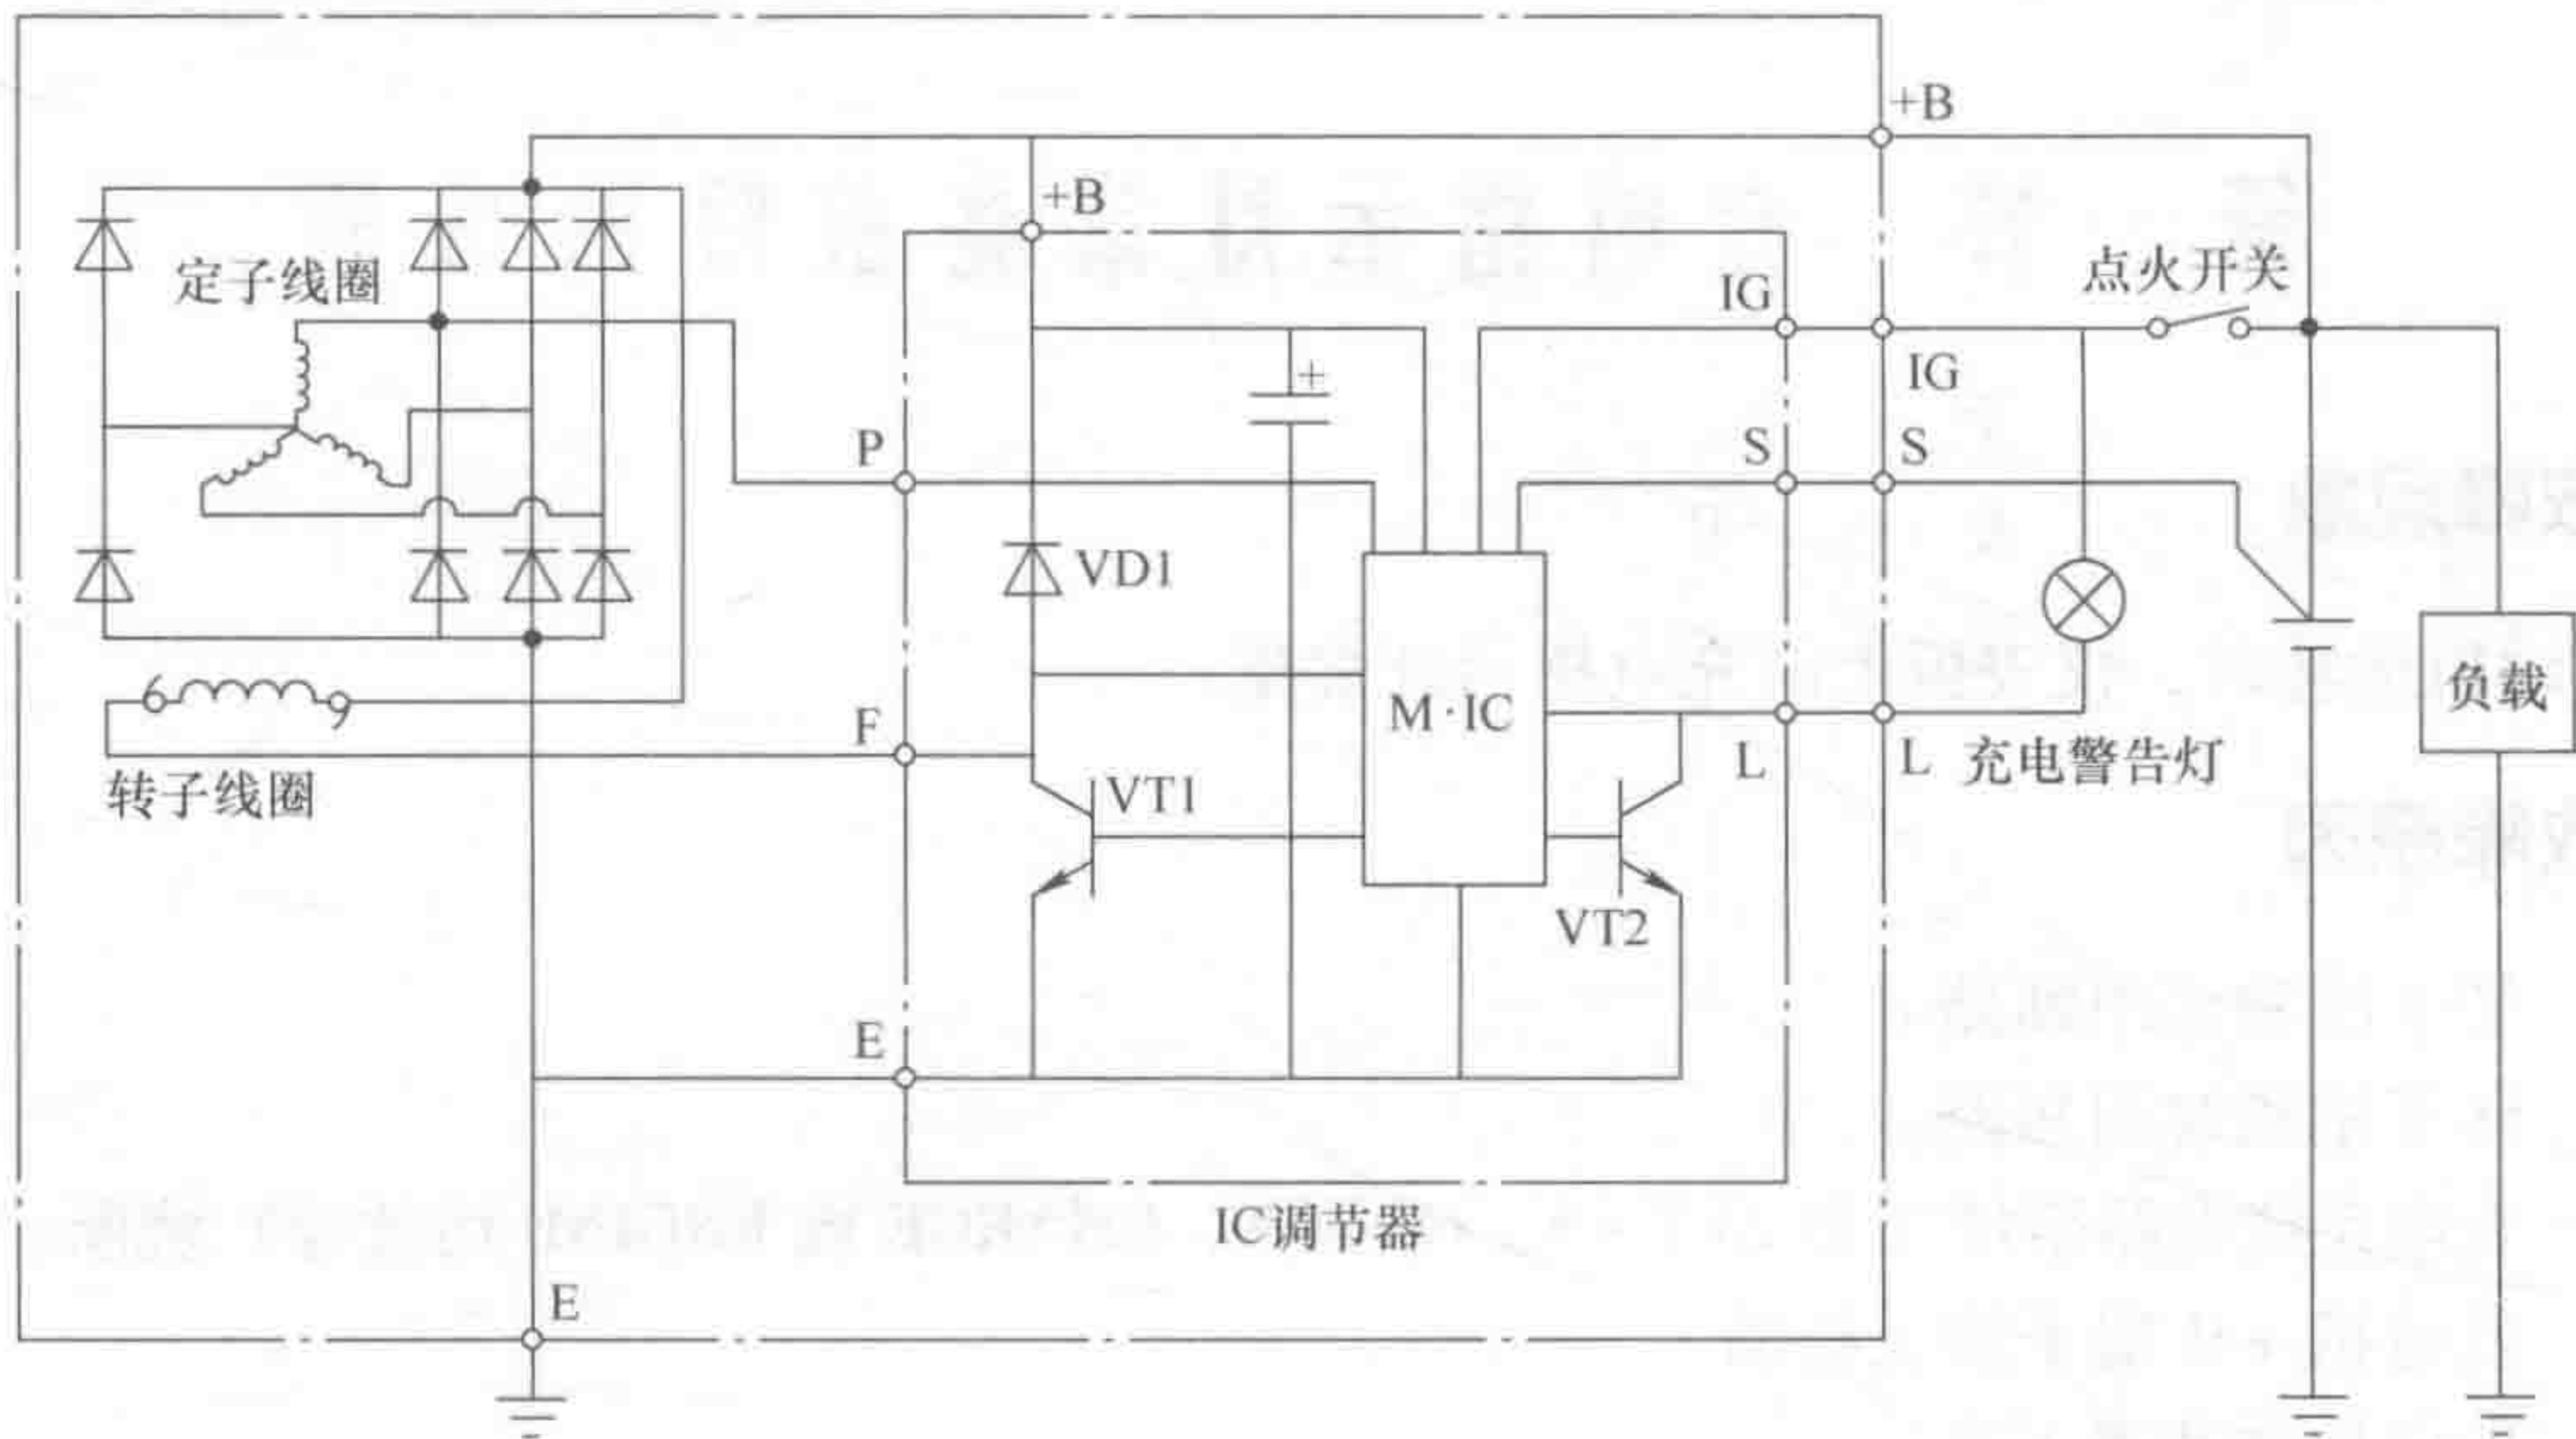
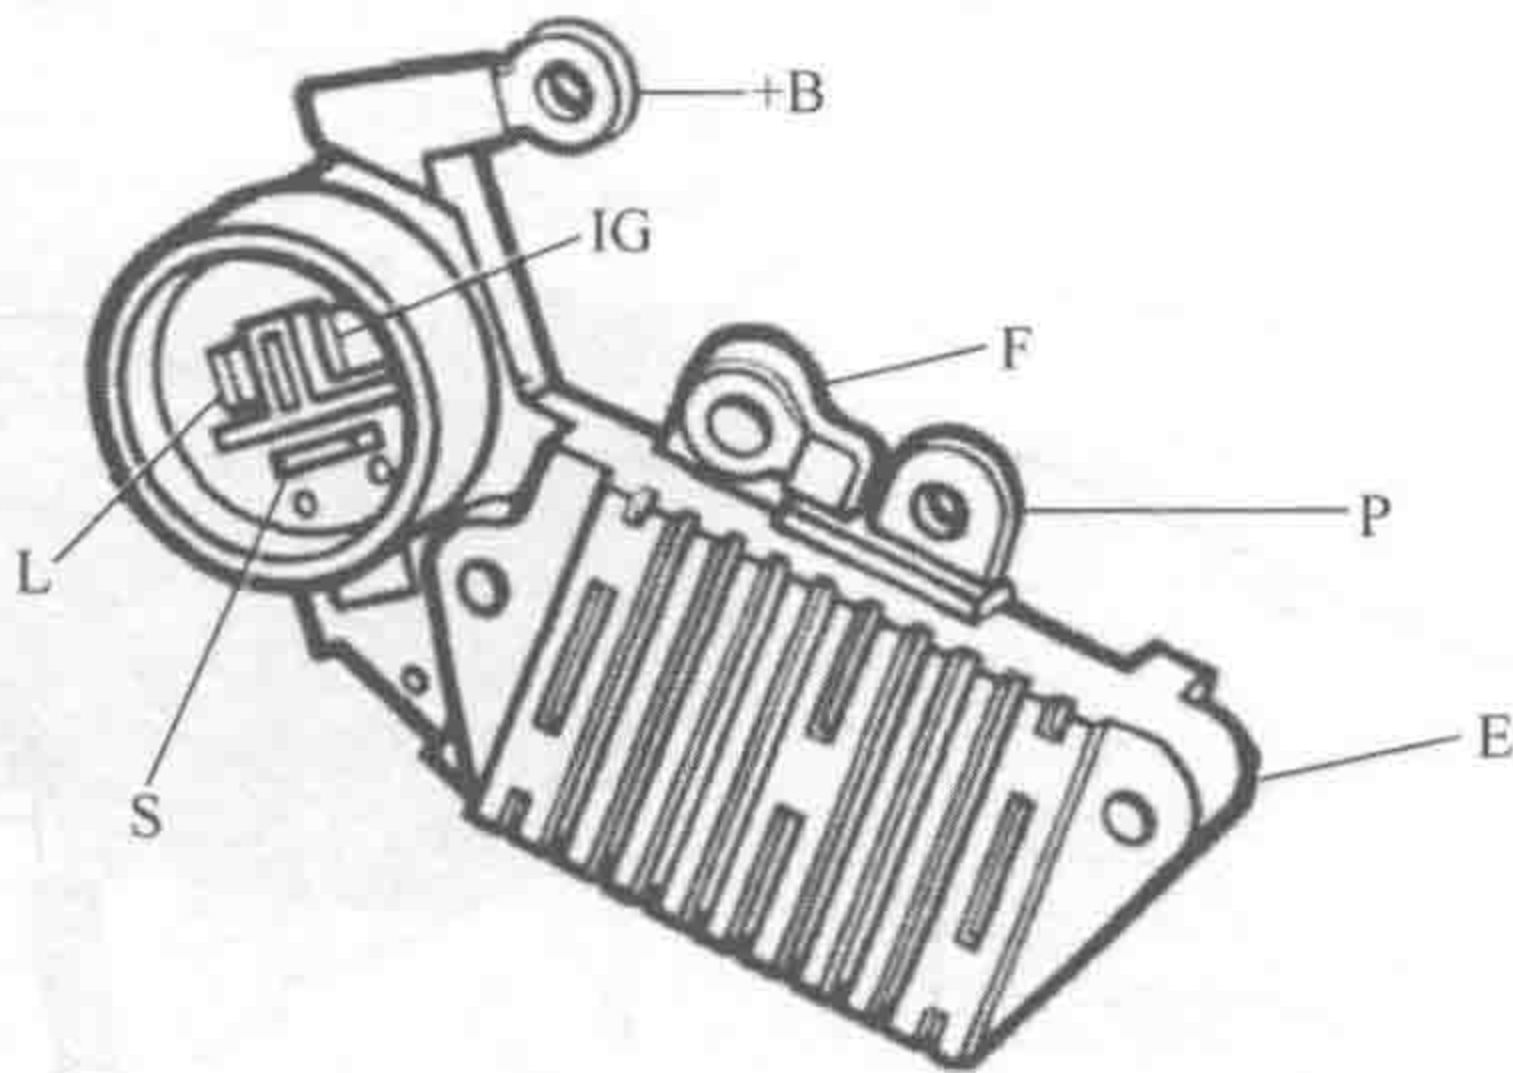

图 1-1 常见的充电系统电路
图 1-21 发电机调节器的连接点
如对于图 1-1 所示的一种常见的充电系统，可按下述步骤进行检查：
(5) 检查调节器 如图1-21所示,目视检查调节器各个连接部位是否正常。连接点在电路图中的分布如图1-1所示。如在前述的满励磁试验中,将IC调节器的F端子接地,发电机发电,则更换调节器。若充电电压过大,一般也应更换调节器。